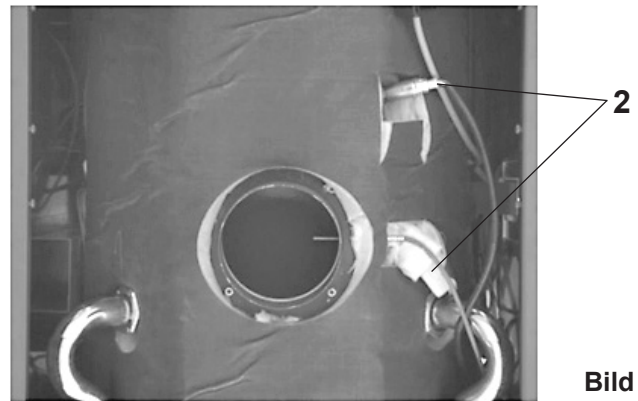

Bild 10
2. Lambdasonde (2, Bild 10) demontieren und mit Pinsel und Staubsauger reinigen.